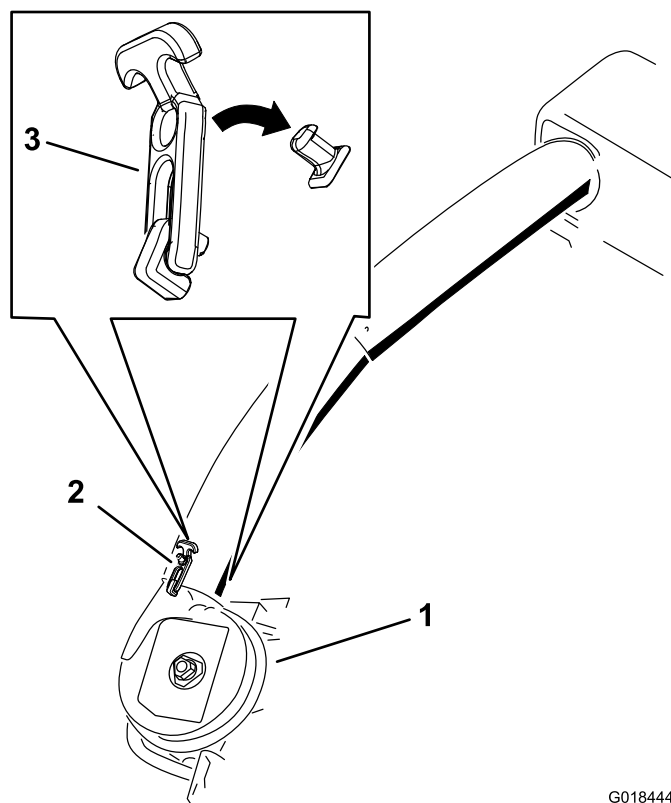

図 33
- J. 刈り込みデッキを一番低い位置にセットした状態、かつフードを閉じた状態で、フードの下側を観察し、上排出チューブがホッパー内部にどの程度突き出しているかを測定する。この突き出し長さが 7.6 cm を越える場合には、その越える部分を切断除去する 図 33。
- P. 下排出チューブの下端部をブローの排出ポートにセットし、チューブについているノッチを下側のラッチに合わせ、ラッチで下排出チューブを固定する 図 33。